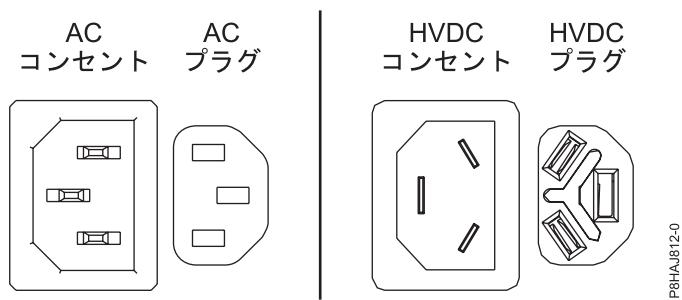
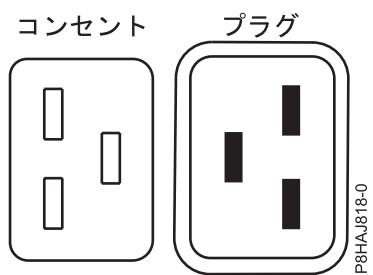
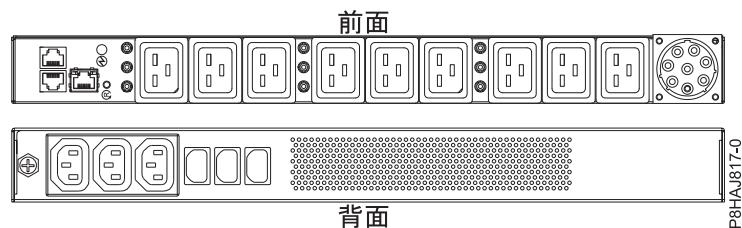

図 17. AC コネクターと HVDC コネクター
図 18. 8408-44E システムのコネクター
図 19. 8408-44E システムの PDU
41 ページの図 17 は、サポート対象の交流 (AC) コネクターおよび高電圧直流 (HVDC) コネクターを示しています。41 ページの図 18 および 41 ページの図 19 は、8408-44E のサポート対象のコネクターおよび電力分配装置 (PDU) を示しています。